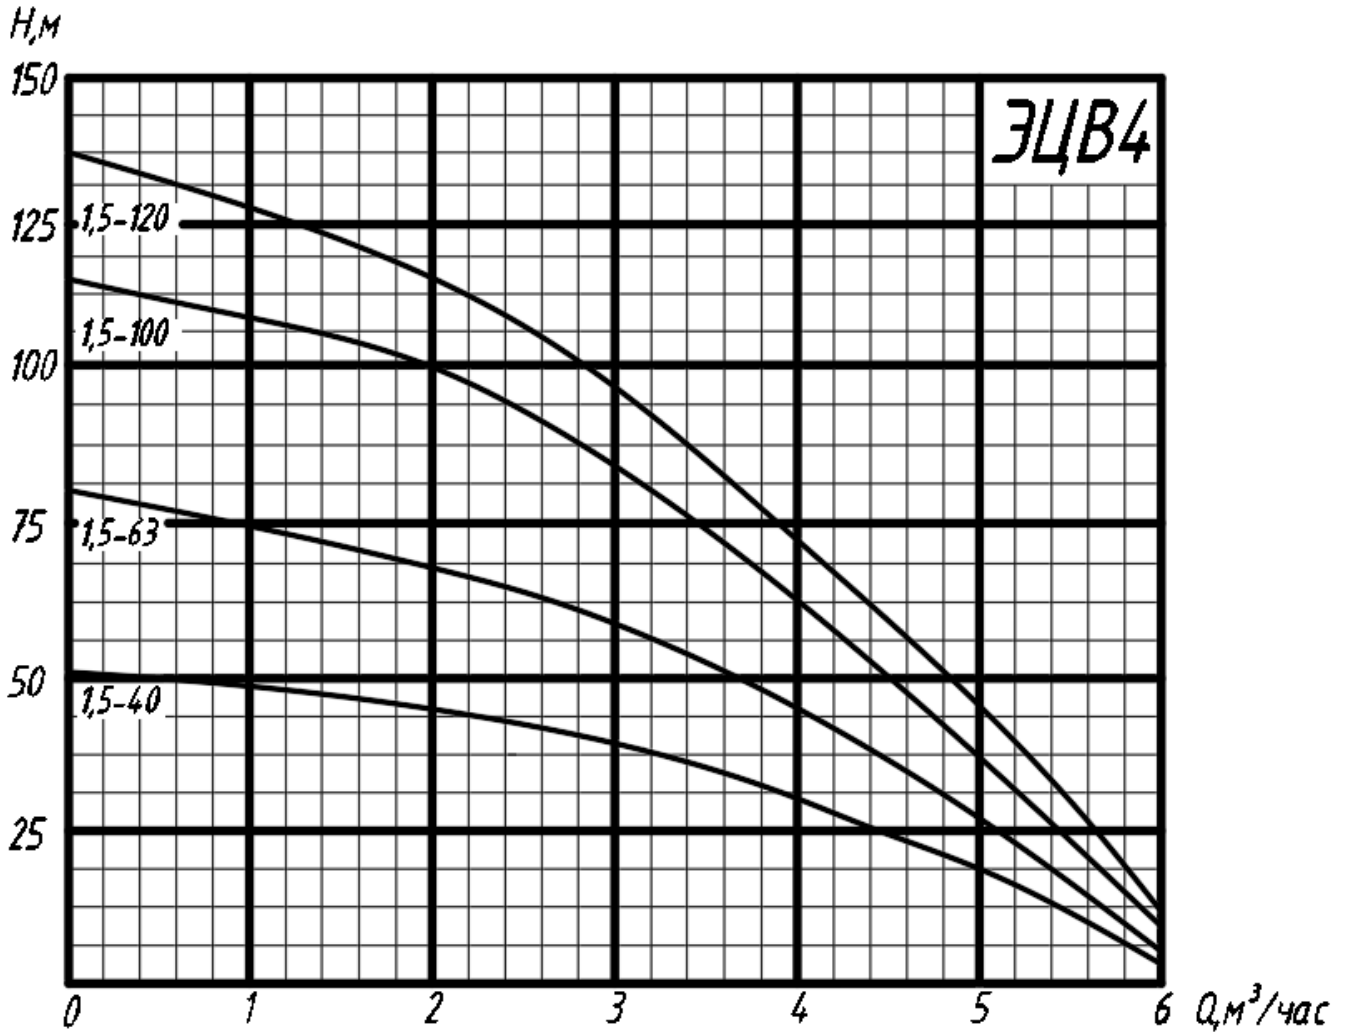

Рис.1
2.2 Напорные характеристики ЭЦВ4-(однофазный) приведены на рис. 1.
Объемная подача агрегата (Q) зависит от глубины залегания воды, диаметра и длины водоподъемного трубопровода и высоты подъема воды над поверхностью земли. Приблизительно объемную подачу можно определить с помощью напорной характеристики (рис. 1) по фактическому напору (H), создаваемому агрегатом для подъема воды из скважины.
При эксплуатации агрегата с максимальной объемной подачей и минимальным напором (см. рис. 1) возрастают потребляемая мощность, нагрузки на электродвигатель и рабочие органы насоса. КПД агрегата при этом минимальный. Оптимальным режимом эксплуатации агрегата является его работа при номинальном напоре и номинальной объемной подаче (см. табл. 1).